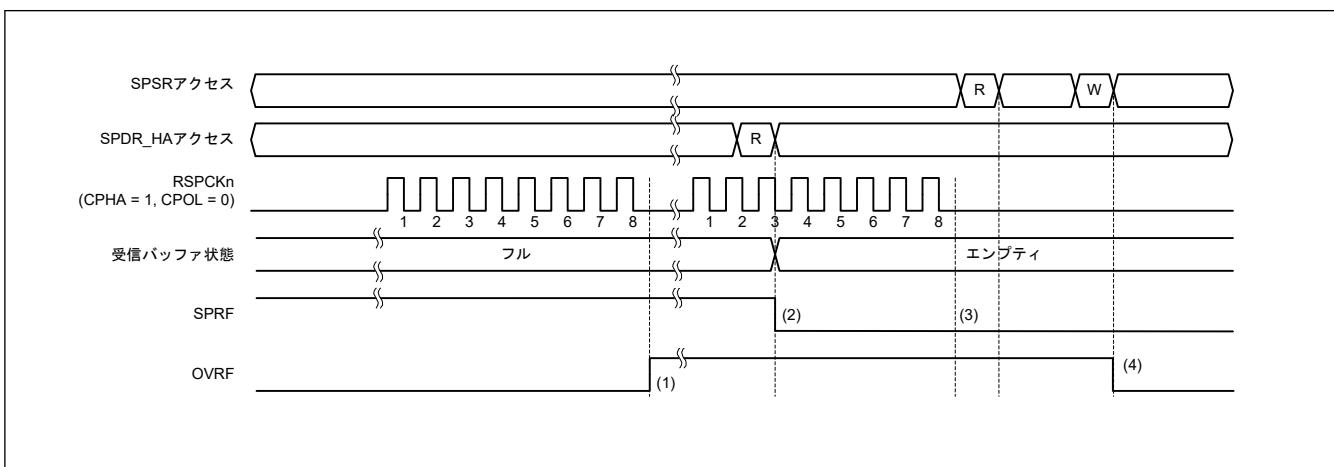

図 27.28 OVRF フラグおよび SPRF フラグの動作例
図 27.28 に、SPSR.OVRF フラグと SPRF フラグの動作例を示します。図 27.28 に記載した SPSR アクセスと SPDR_HA アクセスは、それぞれ SPSR、SPDR_HA レジスタへのアクセス状況を示しています。W は書き込みサイクル、R は読み出しサイクルを示しています。この例では、SPCMD0.CPHA ビットが 1、SPCMD0.CPOL ビットが 0 の設定で、SPI が 8 ビットのシリアル転送を実行しています。RSPCKn 波形の下に記載した数字は、RSPCK サイクル数 (= 転送ビット数) を示しています。
以下に、図 27.28 の (1)～(4) に示したタイミングでのフラグの動作内容を説明します。